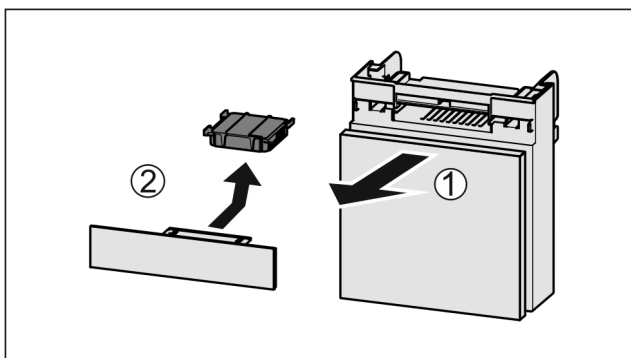

Fig. 175
- Estrarre il vano tirando in avanti Fig. 175 (1).
- Rimuovere il filtro a carboni attivi Fig. 175 (2).